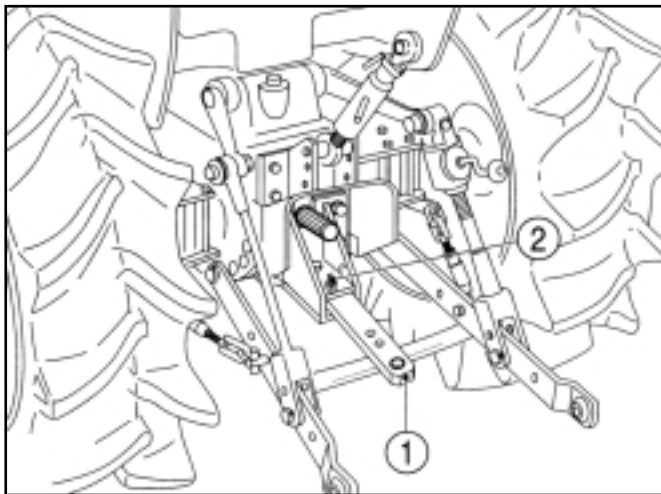

FIG 71 / ABB 71 / FIG 71
La barre d'attelage (1) dans la Fig. 71 à l'arrière du tracteur sert à tirer une remorque. Le poids sur la barre ne peut pas dépasser 400 kg.
*NOTE: Il peut être nécessaire d'enlever la barre d'attelage en enlevant les goupilles et les clips (2) dans la Fig. 71 quand l'attelage à trois points est utilisé. Sortez la barre d'attelage du crochet. Ceci s'applique tout particulièrement quand des accessoires utilisant la prise de force sont montés.*
Die in Abb. 71 gezeigte Zugstange (1) erlaubt das Ziehen von Anbaugeräten. Die maximale Stützlast darf keinesfalls 400 kg überschreiten.
**HINWEIS:** *Bei Verwendung des Heckhubwerks muß unter Umständen die Zugstange entfernt werden, um ein Anschlagen zu verhindern. Dazu den Splint und den Tragbolzen (2) in Abb. 71 abnehmen und die Zugstange aus der Halterung herausziehen. Dies betrifft besonders die Verwendung von Anbaugerät, das mit der Zapfwelle angetrieben wird.*
De trekbalk (1) in Fig.71 aan de achterkant van de tractor laat toe om werktuigen met een trekhaak aan de tractor vast te maken. De maximale verticale last op de trekbalk mag niet hoger zijn dan 400 kg.
**OPMERKING:** *Wanneer u de driepuntshefinrichting gebruikt kan het noodzakelijk zijn de trekbalk te verwijderen door de klemmen en de pennen (2) in Fig.71 eruit te trekken, en de trekbalk uit zijn houder te schuiven om de bewegingsvrijheid van de hefinrichting te vrijwaren. Dit is vooral belangrijk bij het gebruik van werktuigen die PTO-aandrijving vereisen.*